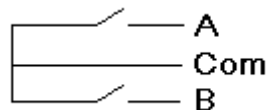

図 1
1. ホイールマウスエンコーダーの端子 A(図 1 参照)と端子 20 (ENCA1)を接続します。
2. ホイールマウスエンコーダーの端子 B(図 1 参照)と端子 21 (ENCB1)を接続します。
3. USB マウスと PC を接続し、ホイールマウスエンコーダーの Com(図 1)を 5V と接続します。